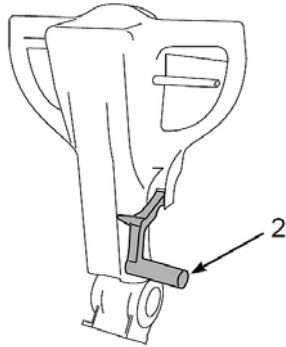

Abb. 11: Absenken der Saugleiste
Schritt 1: Senken Sie die Saugleiste mithilfe des Hebels (Pos. 2, Abb. 11) ab.